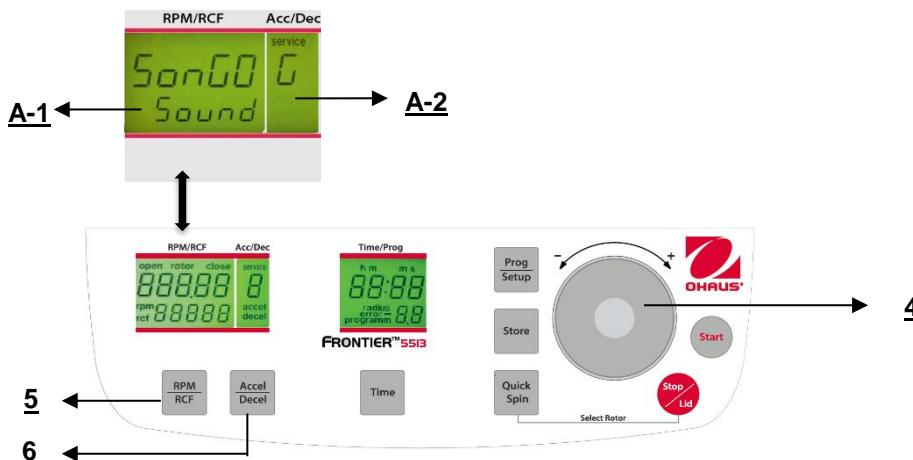

Figure. 32
Poursuivre conformément à la description du paragraphe 4.1.2 pour entrer dans ce mode de programme et appuyer ensuite sur la touche "Accel/Decel" (6). Sur l'affichage "Acc/Dec" (A-2), le mot "Service" clignote. Sélectionner maintenant la lettre "G" avec le cadran de réglage (4). Ceci entraîne l'apparition des mots "SonGo/Sound" sur l'affichage "RPM/RCF" (A-1). Après avoir appuyé sur la touche "RPM/RCF" (5), il est possible de sélectionner une sonorité avec le cadran de réglage (4). (voir la figure 32)